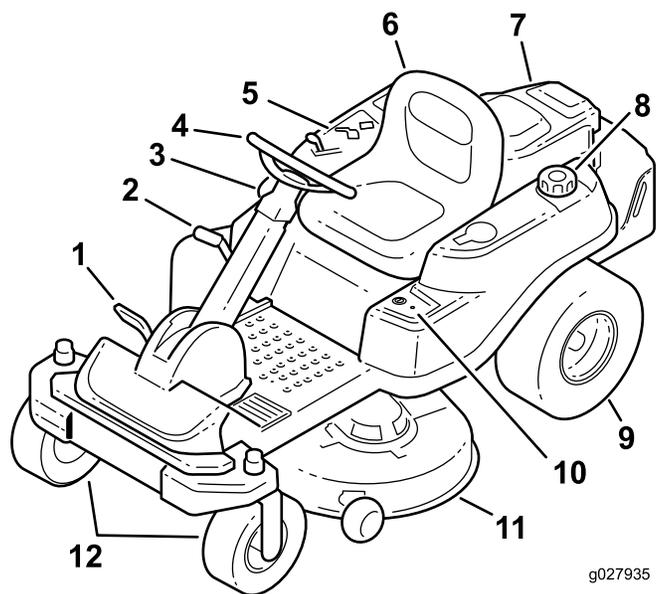
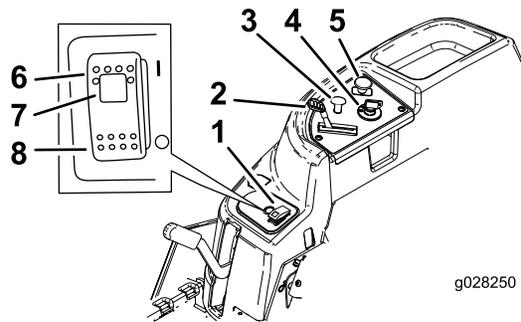

Figura 4
Figura 5
Familiarize-se primeiro com todos os comandos em Figura 4 e Figura 5 antes de ligar o motor e utilizar a máquina.
A ignição tem três posições: Off, Run e Start. A chave roda para Start e volta para Run ao soltar. Rodando a chave para a posição Off pára o motor; no entanto, retire sempre a chave ao sair da máquina para evitar que alguém acidentalmente ligue o motor (Figura 5).
Utilize a alavanca do ar para arrancar o motor a frio. Puxe a alavanca do estrangulador de ar para o ativar. Empurre a alavanca do estrangulador de ar para baixo para o desativar (Figura 5).
A alavanca do regulador varia entre Fast e Slow. Mover a alavanca do regulador para a frente aumenta a velocidade do motor e mover a alavanca do regulador para trás diminui a velocidade do motor (Figura 5).
O interruptor de controlo da lâmina (PTO) engata e desengata potência para as lâminas do cortador (Figura 5).
- Pressione o interruptor SmartPark™ para a posição On (Figura 5).